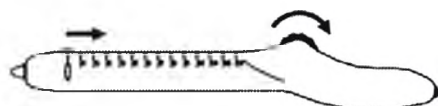
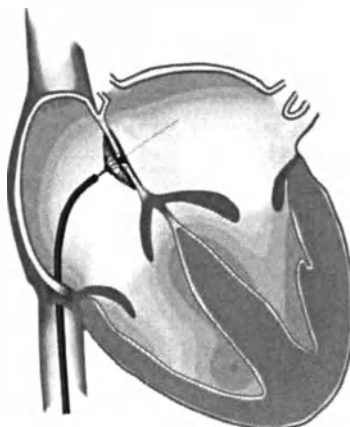

Рис. 10: Путем вращения маховичка одноразовой рукоятки по часовой стрелке (или в проксимальном направлении) происходит активация сбрасывающего механизма
Рис. 11: Вытягивание фиксирующего зонда
- Вращая маховичок в проксимальном направлении (к Вам), приведите в действие сбрасывающий механизм (рис. 10). В результате вращения фиксирующий зонд свернется (рис. 11) и произойдет отсоединение зонтика от доставляющего устройства. Сброс системы осуществляется, когда ползун пройдет примерно 8-12 см (рис. 10, 12).